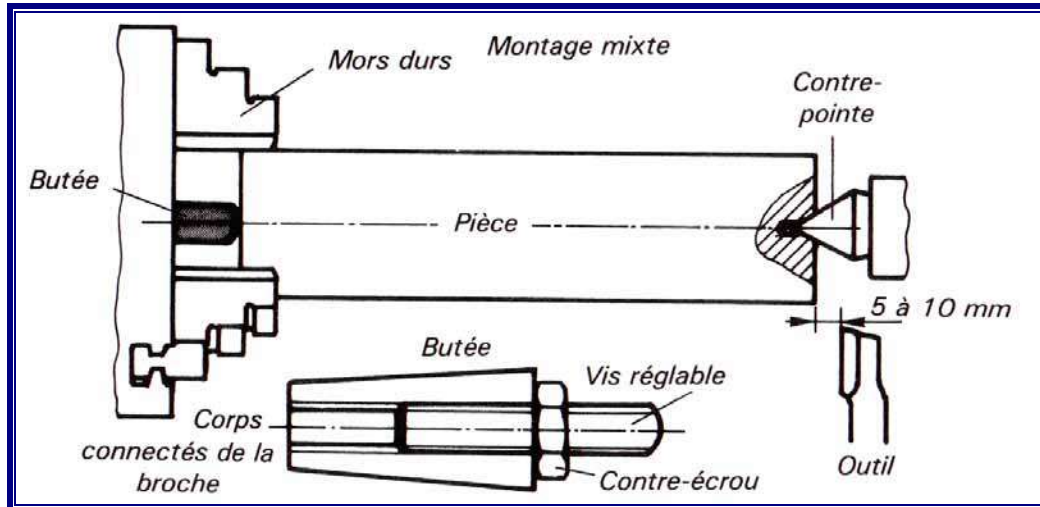

Figure 7
- Prévoir le montage mixte de la pièce *fig. 7* si  $y \geq 2 D$ , efforts radiaux importants.
#### 4. Montage mixte (fig. 7)